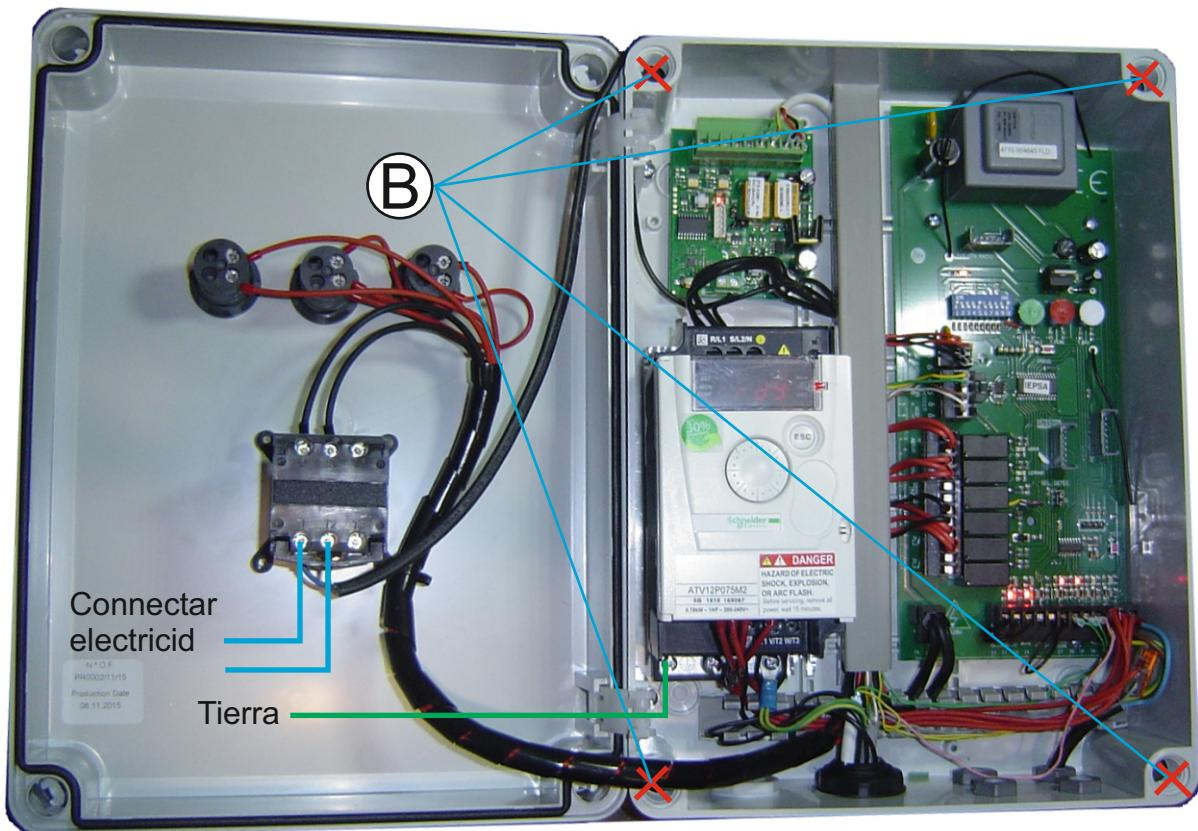
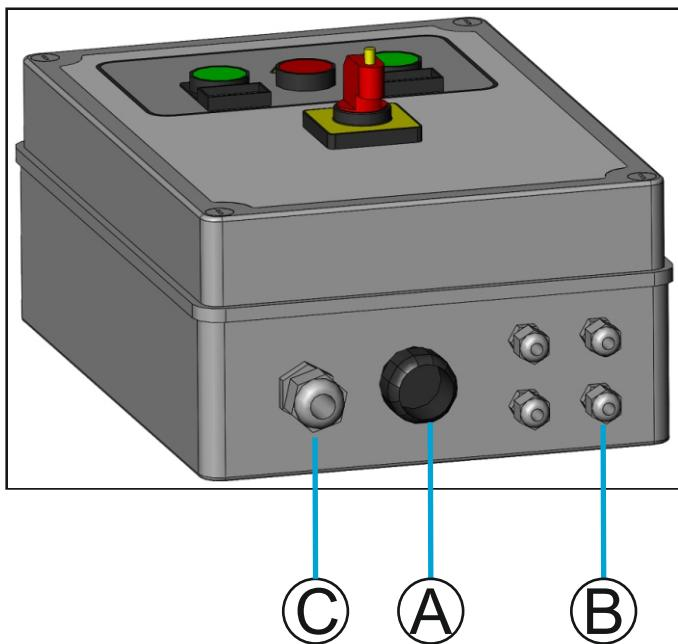

Figura 13: Pontos de fijación del cuadro
Figura 14: Cable de conexión y caja de mando exterior
- Conectar la ficha de conexión (A) del cuadro (figura 14 y 15) con la toma de la guía.
- Conectar en la alimentación eléctrica 230V/AC, pasar en el punto (C) (figura 14) y ligar no interruptor (ver figura 13).